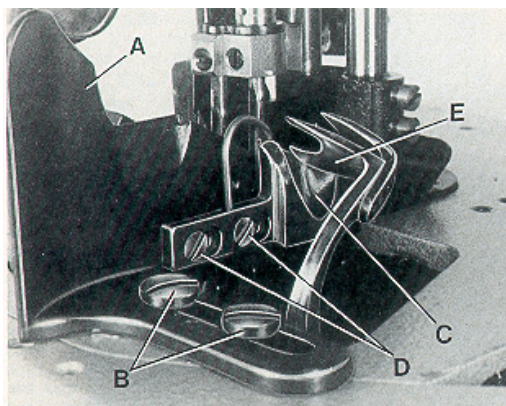

Fig. 26
Set the edge guide (A, Fig. 26) laterally as close as possible to the presser foot without contacting it. When loosening the two screws (B), the edge guide (A) can be moved laterally. Retighten screws.
Set the stitch tongue (C, Fig. 26) so that the rear part of the thread loop slides over the tongue onto the fabric, while the front part of the loop is retained until the right needle securely has entered the loop. After loosening screw (D) the stitch tongue (C) can be moved to the front or to the rear. When moving the stitch tongue to the rear, the front part of the thread loop is retained longer. Retighten screws (D).
On its travel the upper spreader (E, Fig. 26) should not contact stitch tongue (C).
Stellen Sie die Kantenführung (A, Fig. 26) seitlich so dicht wie möglich an den Drückfuß, ohne diesen zu berühren. Nach Lösen der beiden Schrauben (B) kann die Kantenführung (A) seitlich verschoben werden. Ziehen Sie die Schrauben wieder an.
Stellen Sie die Stichzunge (C, Fig. 26) so, daß der hintere Teil der Fadenschlinge über die Zunge auf das Nähgut gleitet, während der vordere Teil der Schlinge so lange zurückgehalten wird, bis die rechte Nadel sicher in die Schlinge eingestochen hat. Nach Lösen der Schrauben (D) kann die Stichzunge (C) nach vorne oder hinten verschoben werden. Wird die Stichzunge nach hinten verschoben, wird der vordere Teil der Fadenschlinge länger zurückgehalten. Ziehen Sie die Schrauben (D) wieder an.
Der obere Blindgreifer (E, Fig. 26) darf bei seiner Bewegung die Stichzunge nicht berühren.